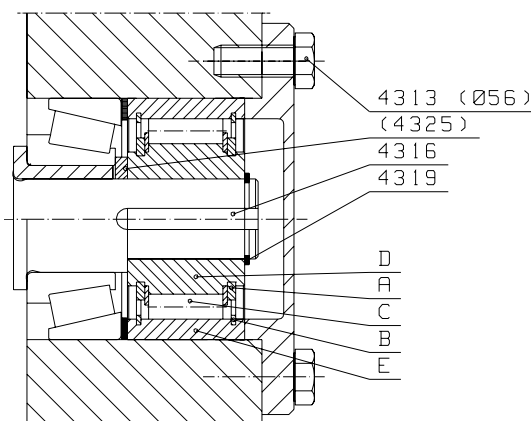

Рис. 4 Ограничители обратного хода AE
3.2 Ограничитель обратного хода, монтируемый внутри зубчатого механизма (Рис.. 4):
1. Удалите крышку подшипника 4313 (056). Будьте внимательны в отношении прокладок и втулок между крышкой и подшипниками: при повторном монтаже они должны устанавливаться в том же порядке.
2. Снимите ограничитель обратного хода целиком с помощью резьбовых отверстий во внутреннем кольце (D).
4. Измените знаки направления вращения (рис. 4) на зубчатом механизме.